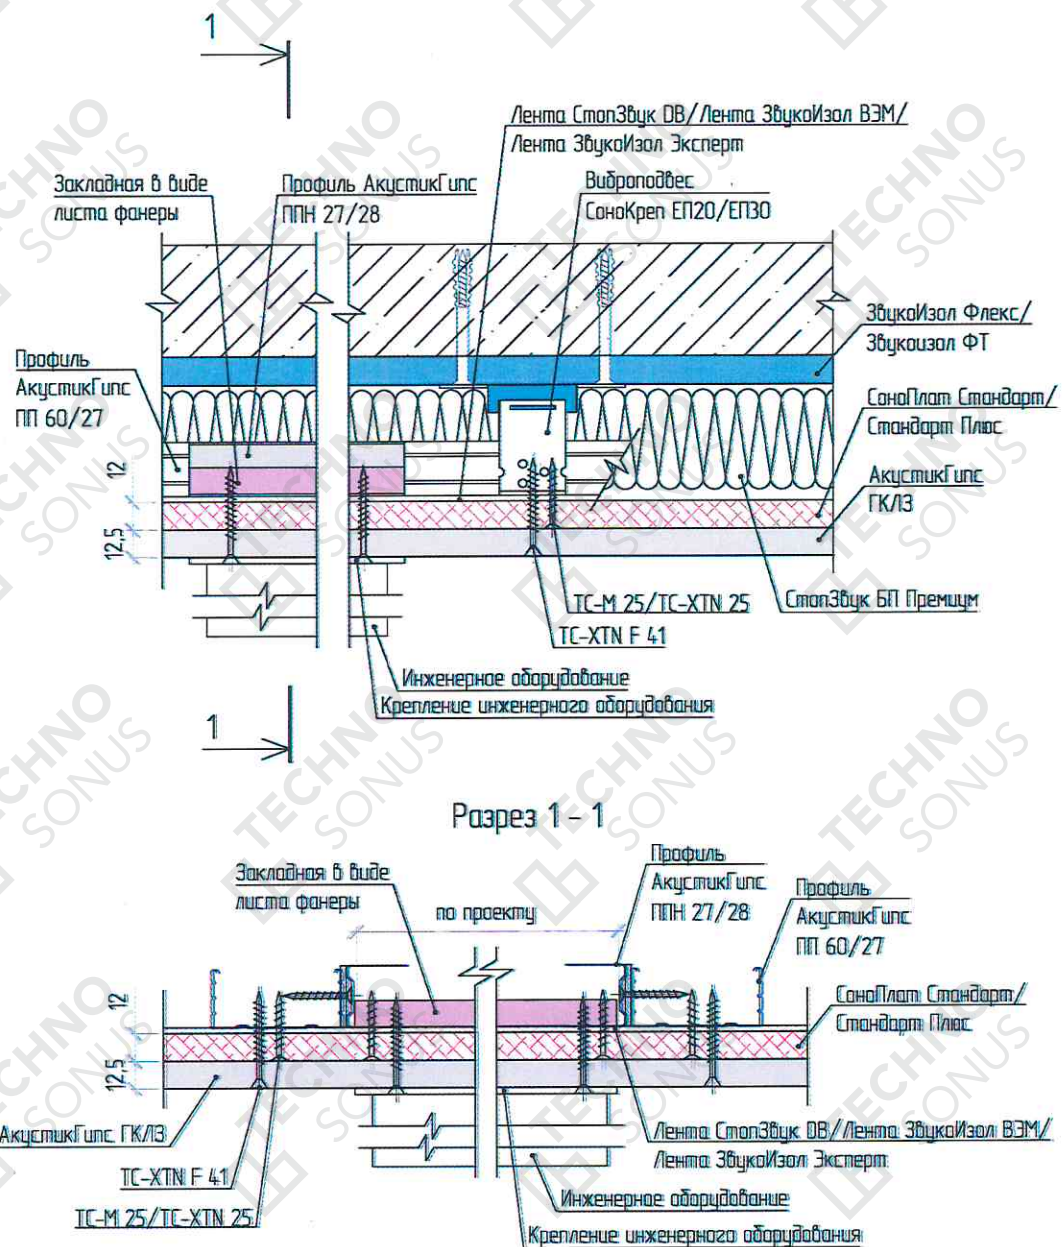

Рисунок 5 – Устройство усиления каркаса (закладные)
6.8. Установить закладные детали (рисунок 5) для крепления стационарного навесного оборудования, не превышающего установленные нагрузки на систему (пункт 7) и элементов интерьера (если в этом есть необходимость), закрепляя их к основным профилям каркаса. Для крепления ревизионных лючков (если в таковых есть необходимость) установить дополнительные элементы